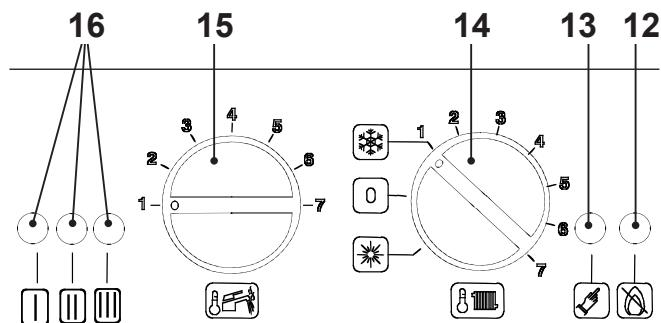

рисунок 5.17
- Подайте электрическое питание к котлу, включив биполярный выключатель, предусмотренный в установке; сигнальная лампочка 16 (рисунок 5.17) мигает каждые 2 секунды.
- Держите в нажатом положении кнопку сброса 13 (рисунок 5.17) в течение 10 секунд, лампочка блокировки 12 (рисунок 5.17) начнёт мигать.
- Для настройки режима насоса сигнальные лампочки 16 (рисунок 5.17) должны иметь вид, как показано на рисунке 5.18 (условные обозначения лампочек, рисунок 5.19).
- Если данная последовательность не будет показана, нажмите на кнопку сброса 13 (рисунок 5.17) до тех пор, пока не будет выполнен показ (3 раза).
Для показа заданной настройки держите в нажатом положении кнопку сброса 13 (рисунок 5.17), примерно, 5 секунд. Сигнальные лампочки 16 (рисунок 5.17) будут мигать столько раз, сколько было установлено (рисунок 5.20).
- Для изменения настройки поверните ручку регулировки температуры санитарного оборудования 8 (рисунок 5.17) и поставьте её на выбранный способ (рисунок 5.20) (на рисунке примера ручка была настроена на режим термостата среды), сигнальная лампочка блокировки 12 (рисунок 5.17) начнёт быстро мигать.
- Для внесения в память настройки держите в нажатом состоянии кнопку сброса 13 (рисунок 5.17), примерно, 5 секунд, все сигнальные лампочки 16 (рисунок 5.17) начнут одновременно мигать, как показано на рисунке 5.21 (условные обозначения лампочек, рисунок 5.19).
- Для настройки времени постциркуляции насоса сигнальные лампочки 16 (рисунок 5.17) должны иметь вид, как показано на рисунке 5.23 (условные обозначения лампочек, рисунок 5.19).
- Если данная последовательность не будет показана, нажмите на кнопку сброса 13 (рисунок 5.17) до тех пор, пока не будет выполнен показ (1 раз).
Для изменения настройки поверните ручку регулировки температуры санитарного оборудования 15 (рисунок 5.17) и поставьте её на выбранное время (рисунок 5.24) (на рисунке примера ручка была настроена на постциркуляцию в 1 минуту), сигнальная лампочка блокировки 12 (рисунок 5.17) начнёт быстро мигать.